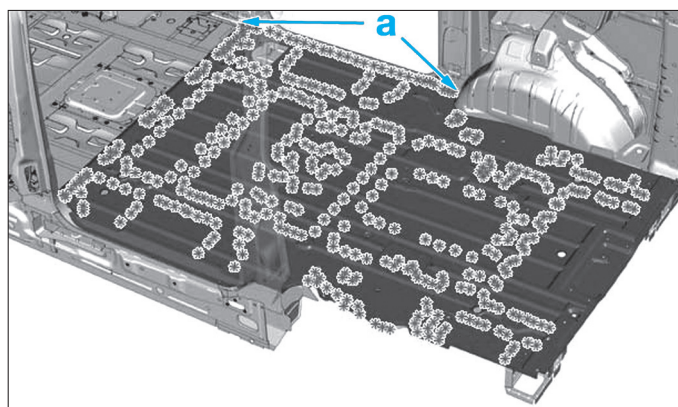

FIG. 90
- Tracer puis découper en (a) la tôle de recouvrement intérieur (opération symétrique) (Fig.90).